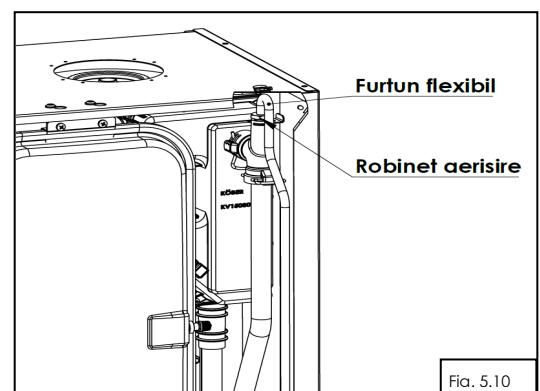

Fig. 5.10
- se verifica daca este montat furtunul flexibil la aerisitorul manual, daca nu se monteaza un furtun flexibil cu Dint = 4 mm la aerisitorul manual - fig. 5.10;